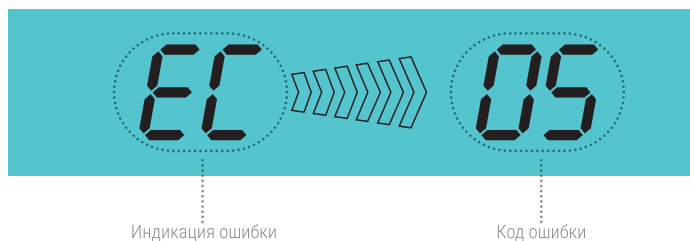

Рисунок 19. Пример индикации ошибки
- ЖК-дисплей примет вид, изображенный на рис. 19 (код ошибки «E005», мигающие сегменты обведены пунктиром).